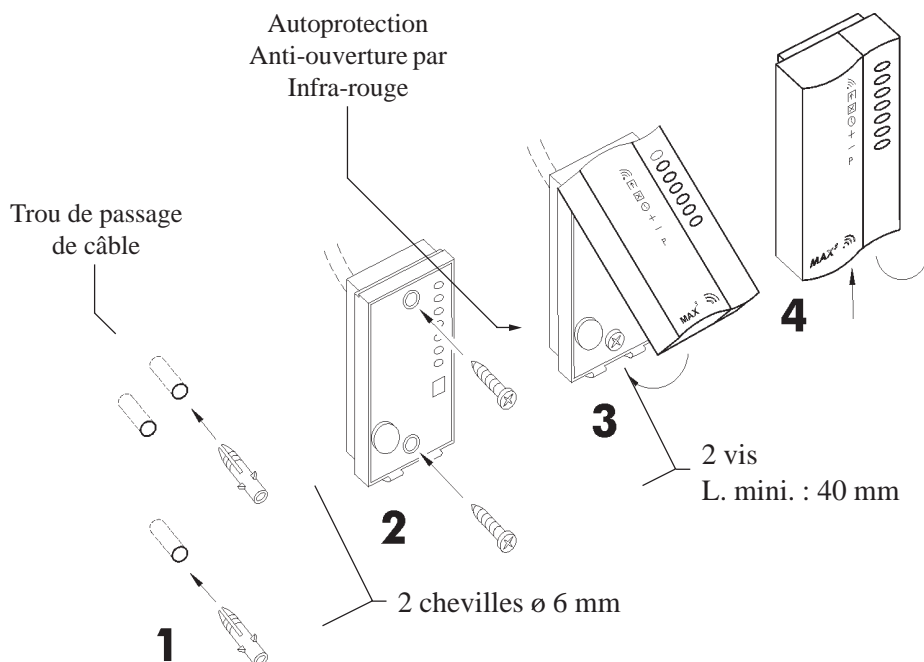

Figure 5-3. Installation des lecteurs MAX³.
1. A l'aide du gabarit de perçage (Fiche **12ACC0023** fournie), repérer les deux points de fixation du lecteur et le trou de passage du câble. Se référer à la **Figure 5-3** ci-dessous.